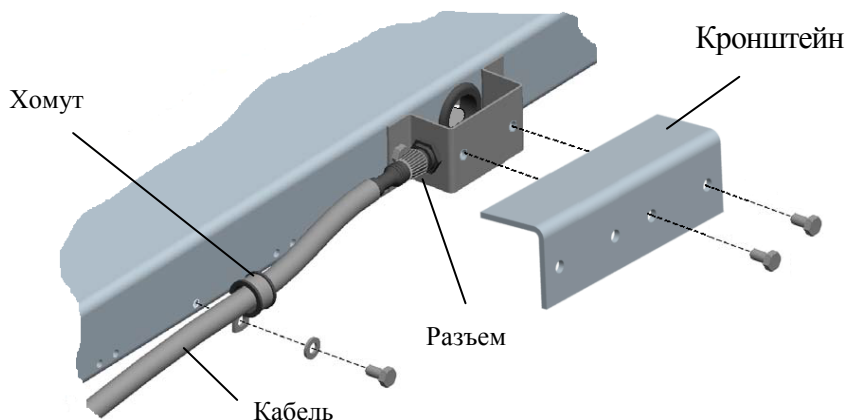

Рис. 5.2 - Подключение кабеля
5.7 Подключить к модулю кабель. Закрепить кабель хомутом и привинтить защитный кронштейн, Рис. 5.2.